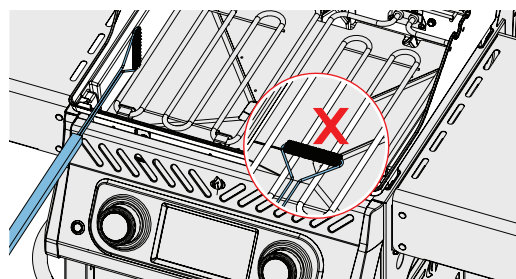

Fig. 7
2. Använd en mjuk mässingsborste för att rengöra löst skräp. Borsta allt skräp från insidan av apparaten ner i den avtagbara droppskålen. ANVÄND INTE borsten på de elektriska brännarna. (Fig. 7)